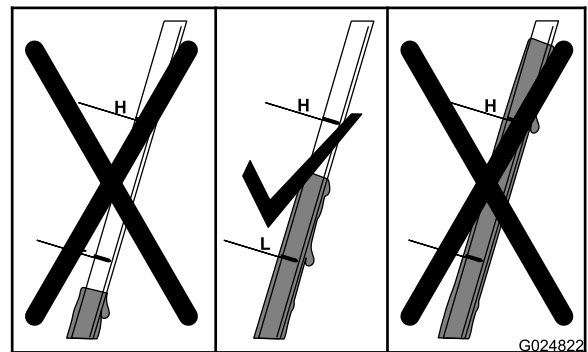

Figura 24
6. Verifique o nível do óleo na vareta (Figura 24).